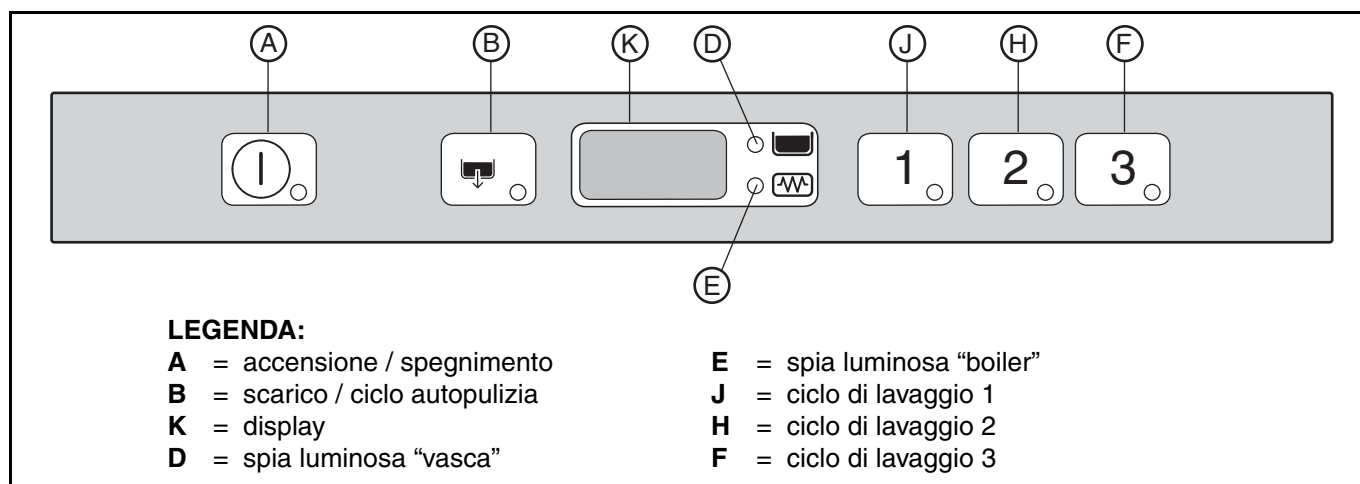

Figura 15
Si accende la spia del tasto "A" (Figura 15) che indica che la lavastoviglie è sotto tensione e sta effettuando il caricamento ed il riscaldamento dell'acqua. Durante l'intera fase di caricamento e riscaldamento sul display si legge "FILL":
Per visualizzare la temperatura del boiler durante il riscaldamento della vasca, aprire la porta e premere il tasto "J" (Figura 15).
Per stoviglie poco sporche: premere il pulsante "J" (Figura 15), (vedi tabella tempi).
Per stoviglie normalmente sporche: premere il pulsante "H" (Figura 15), (vedi tabella tempi).
Per stoviglie molto sporche: premere il pulsante "F" (Figura 15), (vedi tabella tempi).
- Selezionare il ciclo di pulizia premendo il pulsante "B" (Figura 15).
- Spegner la lavastoviglie premendo il pulsante "A" (Figura 15).